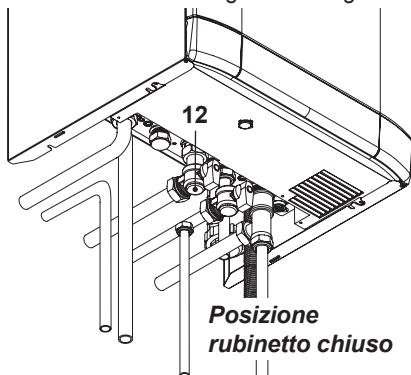

Fig. 6.2
- Richiudere il rubinetto gas 12 in Fig. 6.2.